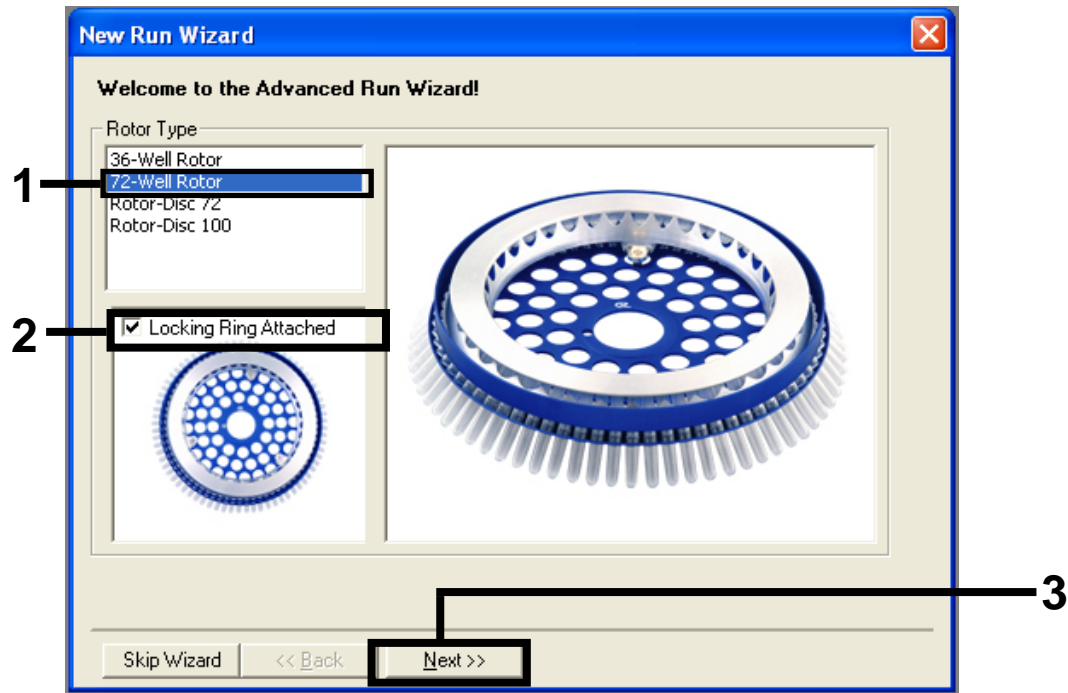

Figure 1. Boîte de dialogue « New Run Wizard » (assistant nouvelle analyse).
Réglage des paramètres de test généraux	Figures 1 à 3
4. Sélectionner **72-Well Rotor** (rotor 72 puits) comme type de rotor. Confirmer la bonne fixation de la bague de fermeture en cochant la case « **Locking Ring Attached** » (bague de fermeture fixée). Cliquer sur « **Next** » (suivant) (Figure 1).